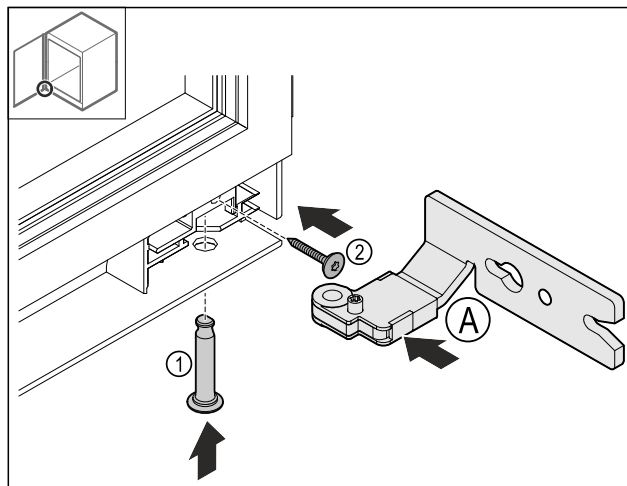

Fig. 24
- Introduceți balamaua inferioară Fig. 24 (A).
- Introduceți bolțul Fig. 24 (1) și țineți-l ferm.
- Strângeți ferm șurubul Fig. 24 (2).